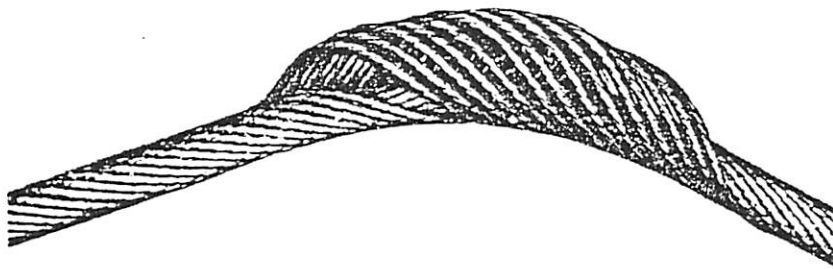

Bild 2. Drahtseil mit Korbbildung
**Korbbildung** (siehe Bild 2) kann bei Drahtseilen mit Stahleinlage auftreten, wenn die Außenlage der Drähte gelockert oder die äußeren Litzen länger als die inneren sind. Durch Verschieben der äußeren gegenüber den inneren Draht- oder Litzenlagen wird der überzählige Längenteil an **e i n e** Stelle verschoben. Gleichzeitig kann dadurch an einer anderen Stelle des Drahtseiles ein Längenüberschuß der Einlage gegenüber den Außenlitzen entstehen, wodurch die Einlage gestaucht wird oder aus dem Drahtseil heraustritt.